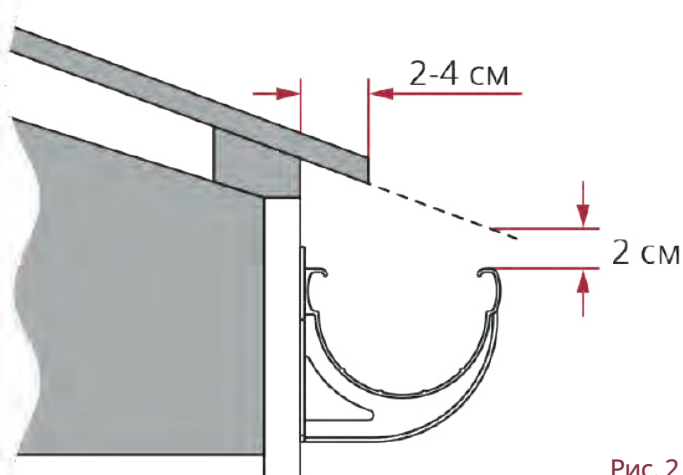

Рис. 2
Установите дальние, от предполагаемого места расположения воронок кронштейны или соединитель желобов, если наклон водосточной системы от центра к краям ската. (Рис.1А,Б,В). Это будет самая высокая точка водосточной системы. От внешнего края кронштейна или соединителя желобов до линии продления кровельного полотна должно быть расстояние не менее 2 см (Рис.2).
**Важно!** Желоб должен заходить под кровельный материал на 2 - 4 см. (Рис.2)